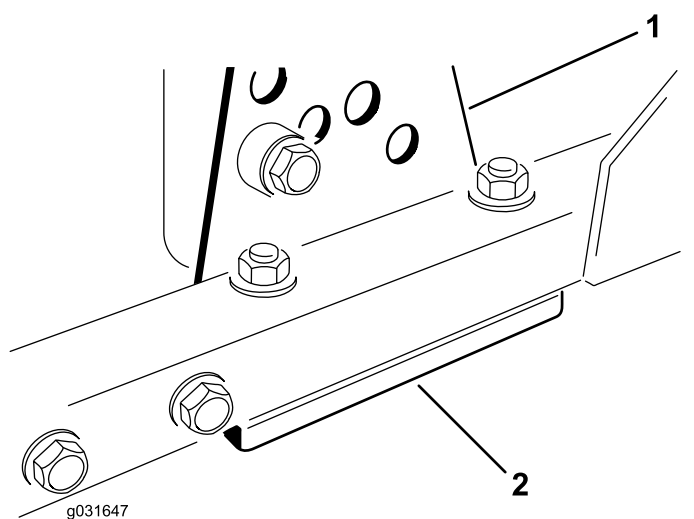

Рисунок 70
1. Снимите кронштейн высоты скашивания (передний, левый или правый) с рамы деки (Рисунок 70).
2. Установите регулировочные прокладки толщиной 1,5 мм и/или 0,7 мм между рамой деки и кронштейном, чтобы получить необходимую настройку высоты (Рисунок 70).
3. Установите кронштейн высоты скашивания на раму деки, используя оставшиеся прокладки, установленные под кронштейном высоты скашивания (Рисунок 70).